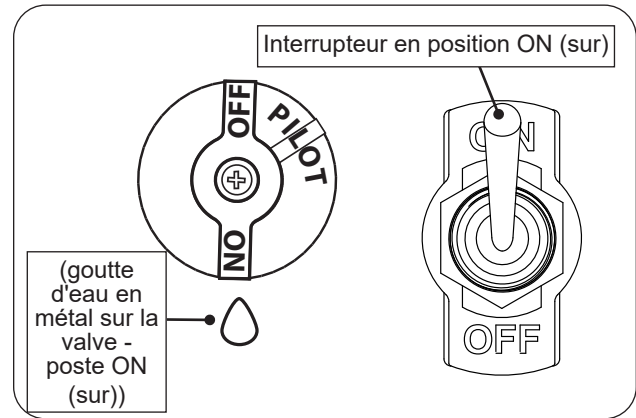

Fig. 70-1 Manual lighting
1. Assurez-vous que la veilleuse brûle. Tournez le bouton de commande dans le sens antihoraire ↻ sur **ON** (sur) (voir Fig. 70-1).
2. Basculez l'interrupteur à bascule sur **ON** (sur) pour allumer le brûleur (voir Fig. 70-1).